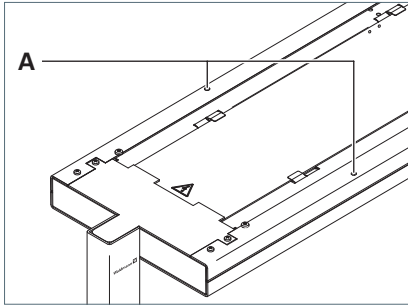

Fig. 12: Leuchtenkopf justieren.
- Um den Leuchtenkopf anzuheben, drehen Sie die Justierschrauben **A** gegen den Uhrzeigersinn, siehe Fig. 12.